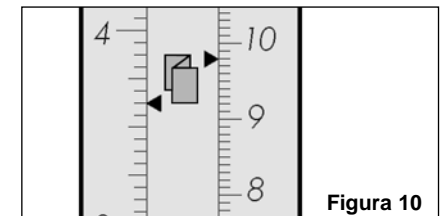

Figura 10
3. Mover los toques de papel hacia las flechas correspondientes junto a los iconos deseados. **El papel con un formato de 8 1/2" x 11" utiliza la escala de pulgadas en el lado izquierdo de las regletas. El papel con formato A4 utiliza la escala métrica en el lado derecho de las regletas (ver figura 10).**